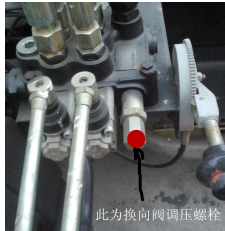

图 10
- 4、液压系统的调压装置为多路换向阀上的调压螺栓（图 10），该螺栓经校压调定锁紧后，使用中不得随意调动。